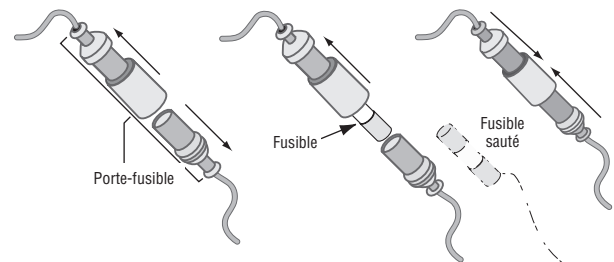

**Figure 7 – Tourner l'impulseur à droite pendant qu'on le pose.**
9. Pendant la pose de l'impulseur, le tourner à droite (les ailettes de l'impulseur seront pliées.). Se reporter à la Figure 7.